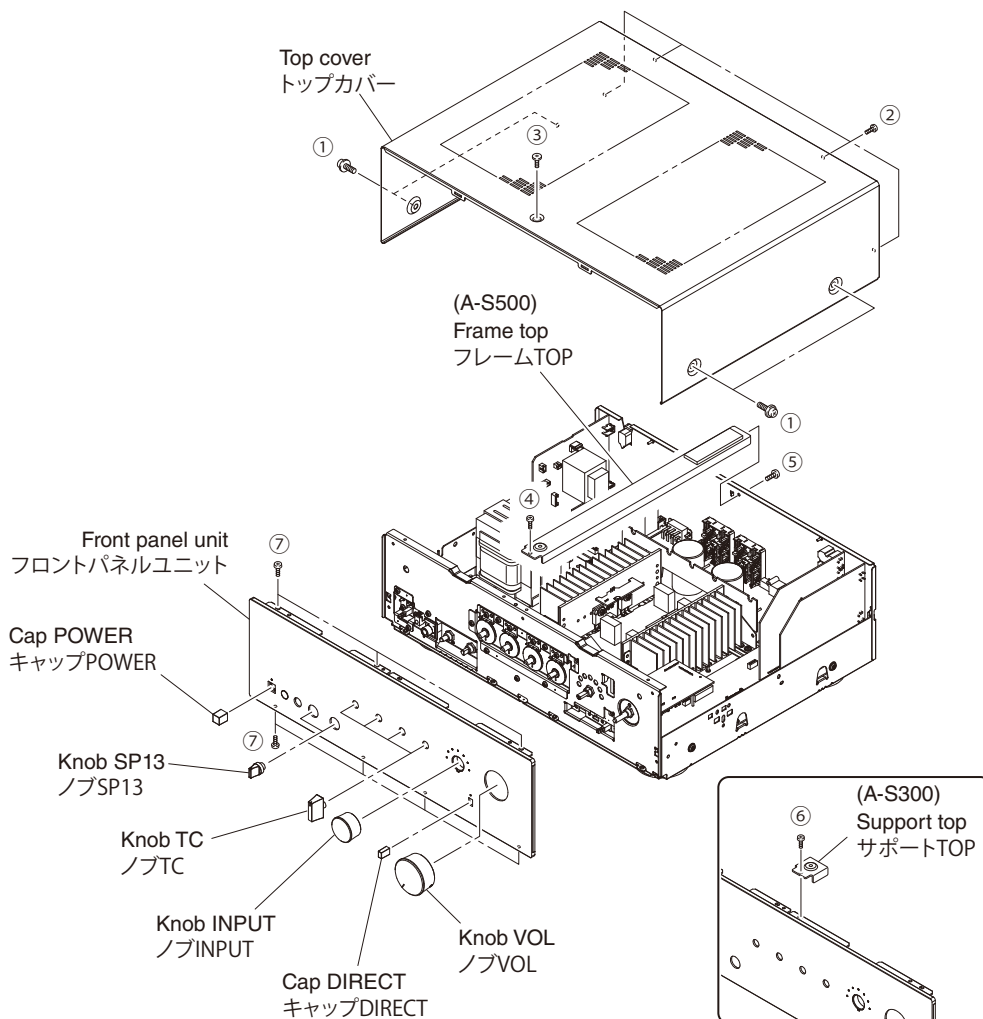

Fig. 1
- a. Remove 4 screws (①), 4 screws (②) and screw (③). (Fig. 1)
- b. Remove the top cover. (Fig. 1)
- a. ①のネジ4本、②のネジ4本、③のネジ1本を外します。(Fig. 1)
- b. トップカバーを取り外します。(Fig. 1)
Remove screw (④), screw (⑤) and then remove the frame top. (Fig. 1)
Remove screw (⑥) and then remove the support top. (Fig. 1)
- b. Pull out the knobs and caps. (Fig. 1)
- c. Remove 7 screws (⑦). (Fig. 1)
- d. Remove the front panel unit. (Fig. 1)
④のネジ1本、⑤のネジ1本を外し、フレームTOPを取り外します。(Fig. 1)
⑥のネジ1本を外し、サポートTOPを取り外します。(Fig. 1)
- b. ノブ、キャップを取り外します。(Fig. 1)
- c. ⑦のネジ7本を外します。(Fig. 1)
- d. フロントパネルユニットを前方へ取り外します。(Fig. 1)